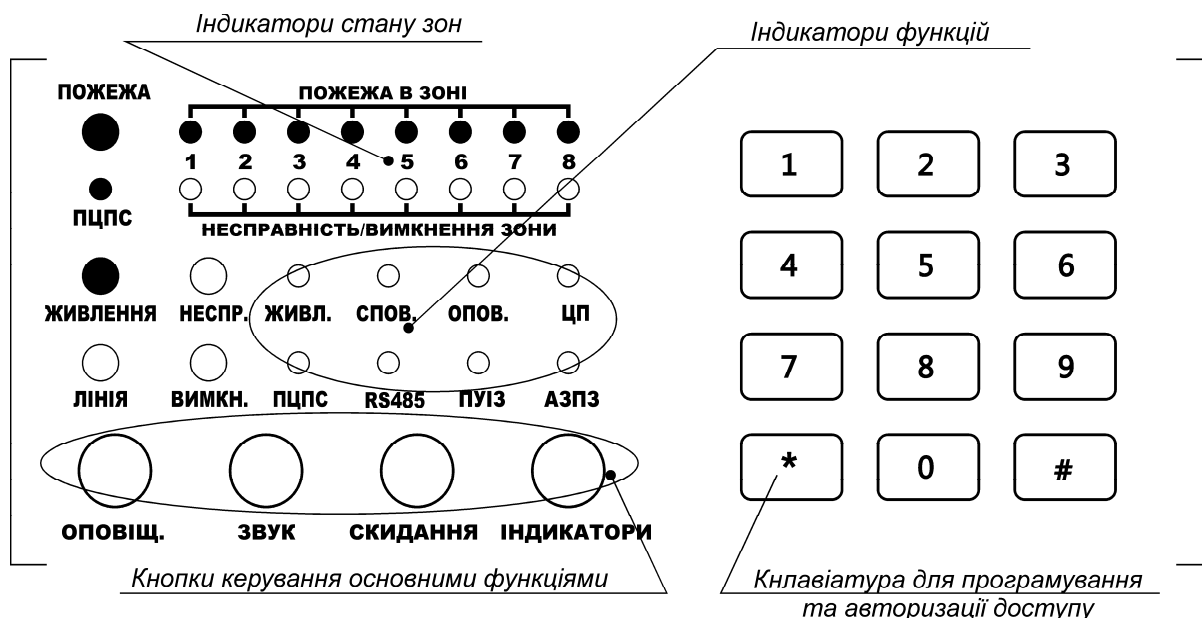

Рисунок 5.1 – Передня панель ППКП
1) перший рівень – можна одержувати інформацію, без попередніх ручних операцій (перегляд сповіщень), вимкнення звукового індикатора і (кнопка „Звук” – див. рисунок 5.1);
2) другий рівень – можна здійснювати наступні операції: скидання режиму пожежної тривоги (кнопка «Скидання» - див. рисунок 5.1), вимкнення та повторне увімкнення оповіщення (кнопка «Оповіщення» - див. рисунок 5.1), вимкнення несправних зон та кіл;
- ✔ при вимкненому живленні натиснути кнопку «Скидання» (рис. 5.1), та утримуючи її подати живлення на ППКП. Утримувати кнопку до трьох коротких звукових сигналів зумера – заводські коди доступу завантажено: